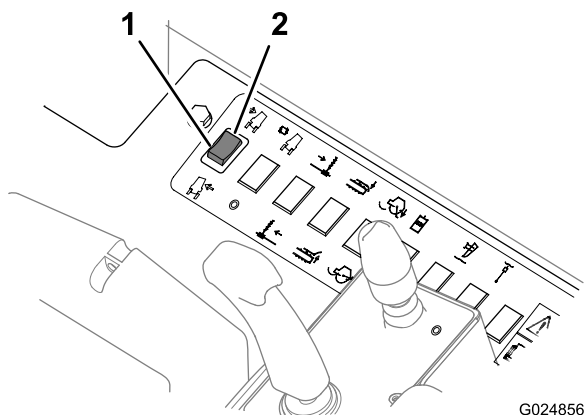

Bild 46
- Drücken Sie den oberen Teil des Schalters nach unten (Bild 46), um die Maschine nach rechts für das schräge Terrain zu kippen.
- Drücken Sie den unteren oberen Teil des Schalters nach unten (Bild 46), um die Maschine nach rechts für das schräge Terrain zu kippen.